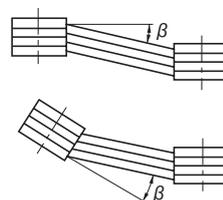

図 5-3
- ・ 両プーリ間の平行度、偏心率 $\beta$ は $20^\circ$ 以内としてください。(図 5-3 参照)